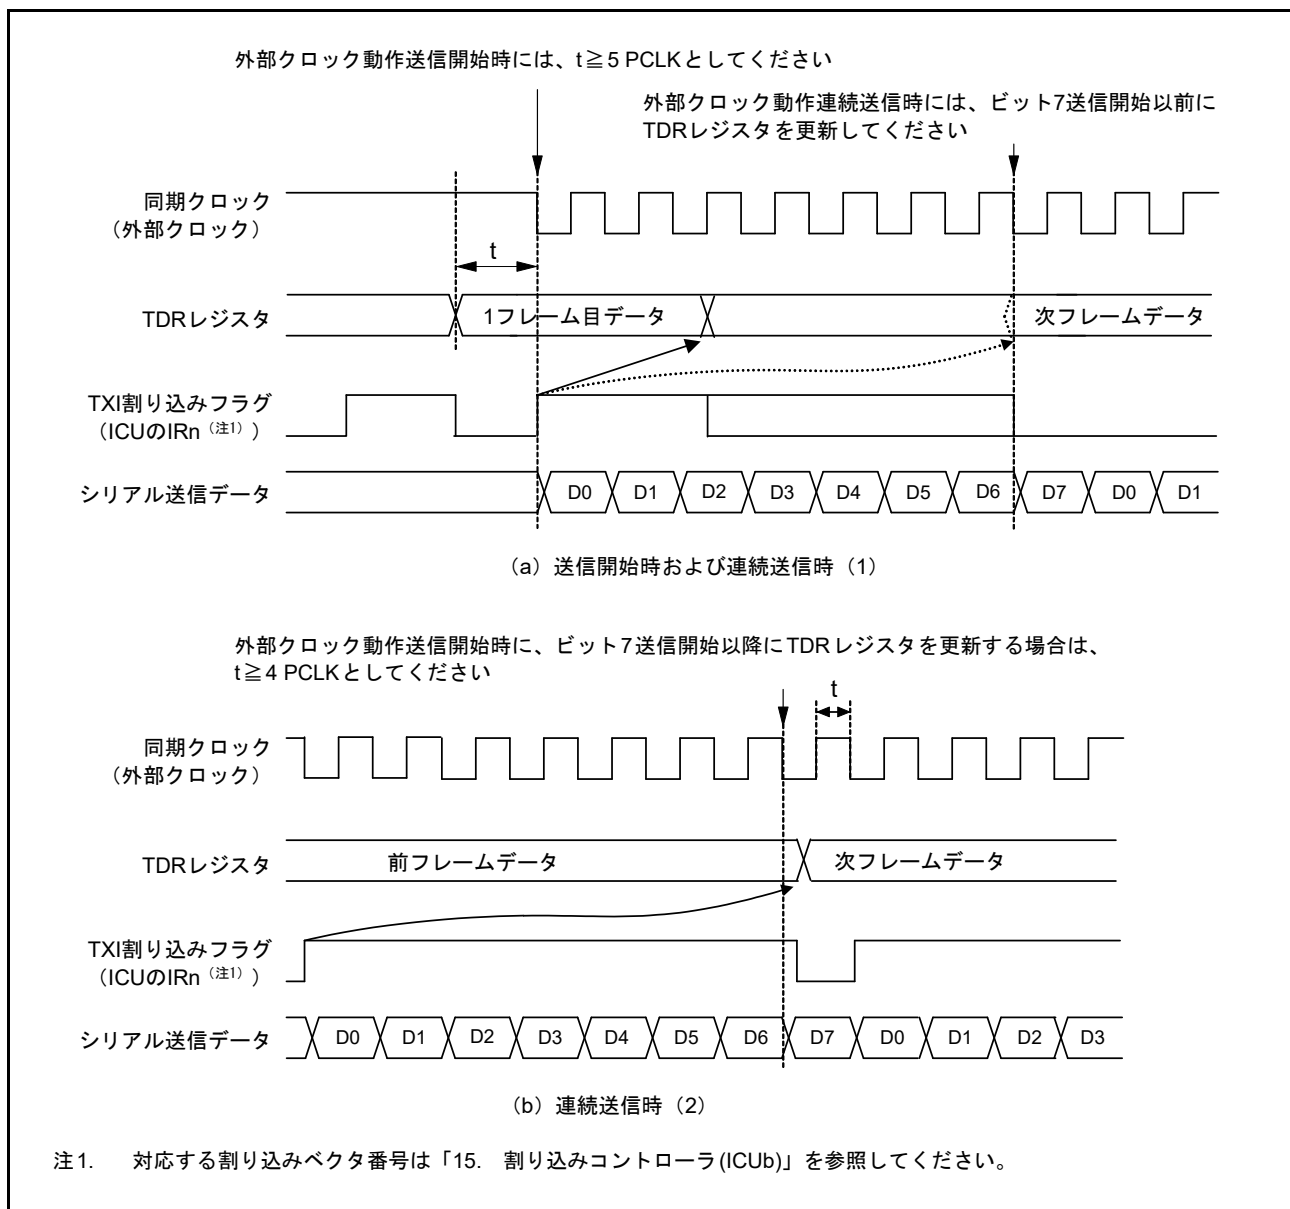

図 33.76 クロック同期式モード送信での外部クロック使用の制約事項
CPU、DMAC または DTC による TDR レジスタの更新後、PCLK で 5 クロック以上経過した後に送信クロックを入力してください (図 33.76 参照)。
(2) 連続送信時
- ビット7の送信クロックの立ち上がり以前に、TDR レジスタまたは TDRL レジスタに次の送信データを書き込んでください (図 33.76 参照)。
- ビット7送信開始以降に TDR レジスタを更新する場合は、同期クロックが Low の期間に TDR レジスタを更新し、かつビット7の送信クロックの High 幅を、4 PCLK 以上にしてください (図 33.76 参照)。